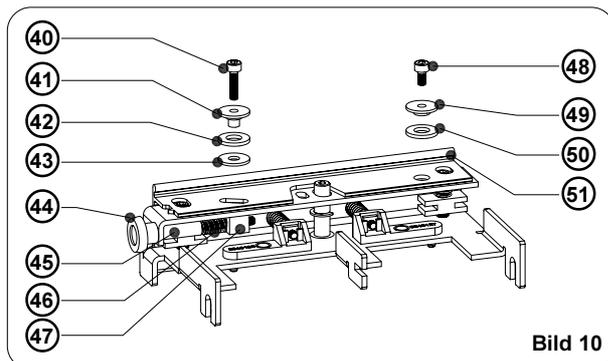

Bild 10
32. Achten Sie bei der Montage des Umlenksystems Transfer (51) (siehe Bild 10) darauf, dass der Ansatz von Druckstück 2 (41) in die Langlöcher von Umlenksystem und Kopfwinkel hineintrifft und der Ansatz von Druckstück 1 (49) in das Umlenksystem eintaucht. Bei korrekter Montage lässt sich das Umlenksystem durch Drehen an der Rändelschraube (44) gegen den Kopfwinkel verschieben.